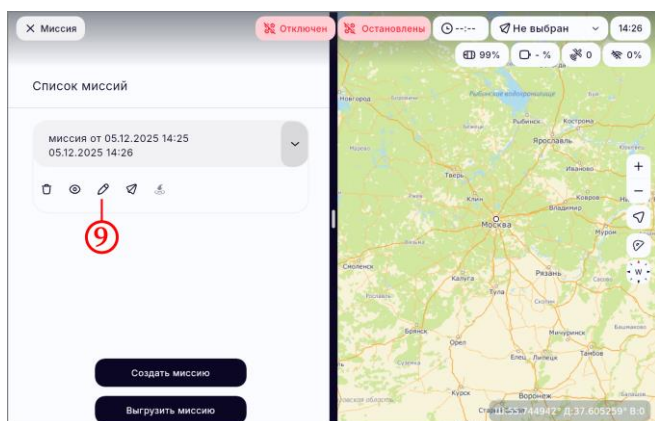

Рисунок 46
- нажать на пиктограмму  (рисунок 46, шаг 9);